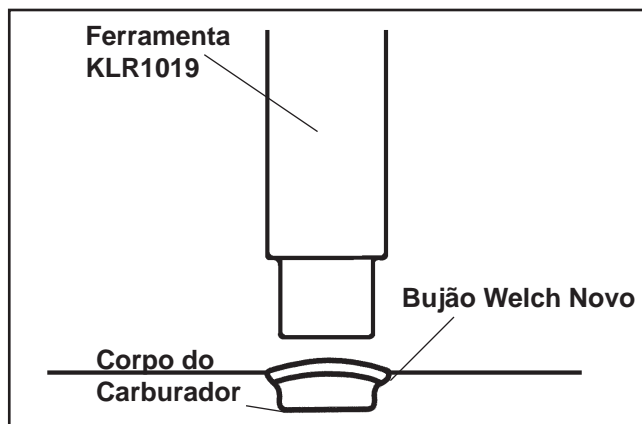

Figura 5-13. Instalar o Bujão Welch.
3. Utilize a extremidade da ferramenta de forma que tenha quase o mesmo tamanho que o bujão e **achate** o bujão. Não empurre o bujão abaixo da superfície da cavidade. Consulte a Figura 5-13.